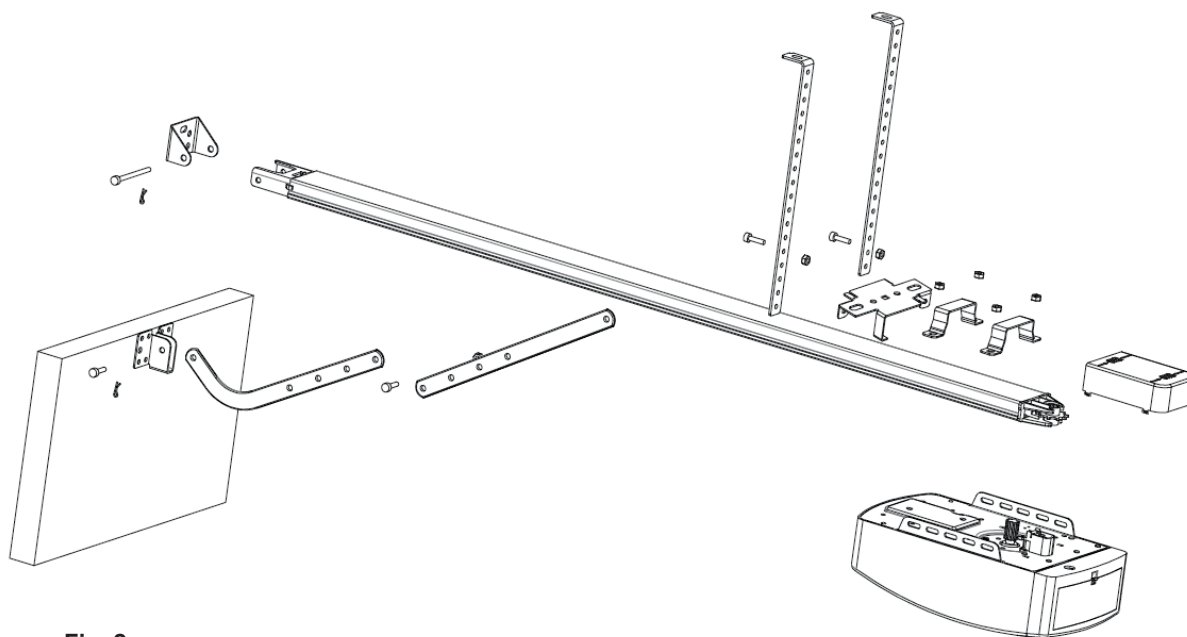
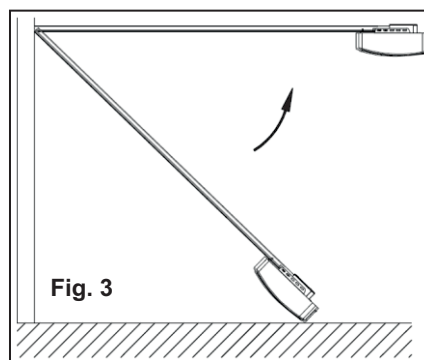

Fig. 2
Fig. 3
STEP 1 (Fig. 2)
STEP 2 (Fig. 2)
STEP 3 (Fig. 2, Fig. 3)
STEP 4 (Fig. 2, Fig. 4)